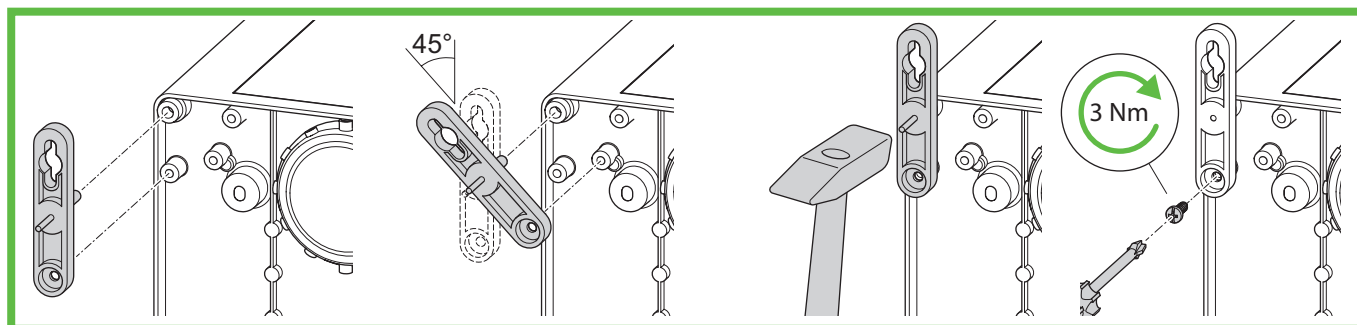
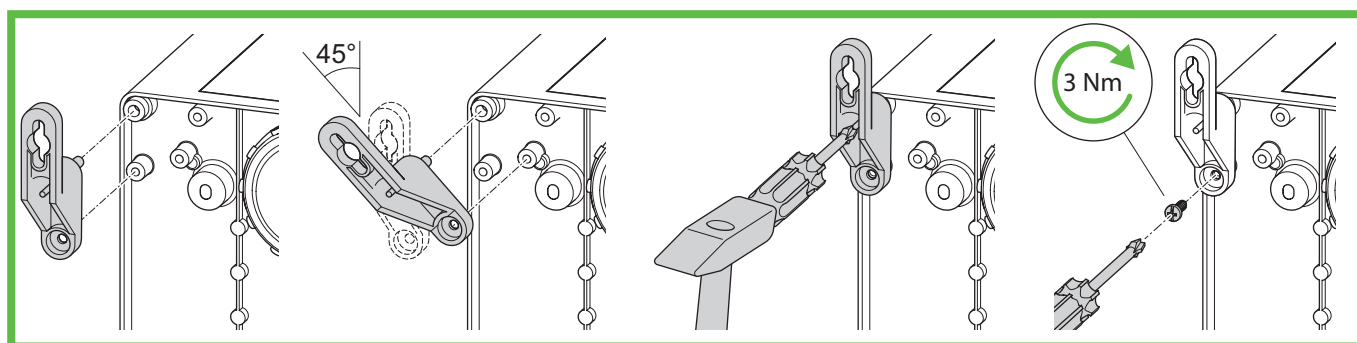

Imagen 10: Montaje ABL-10
Imagen 11: Montaje ABL-40
- ▶ Monte las lengüetas de fijación exterior (Imagen 10 o Imagen 11).